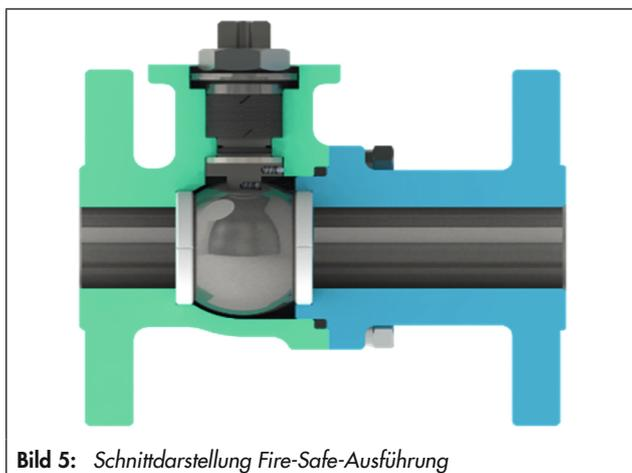
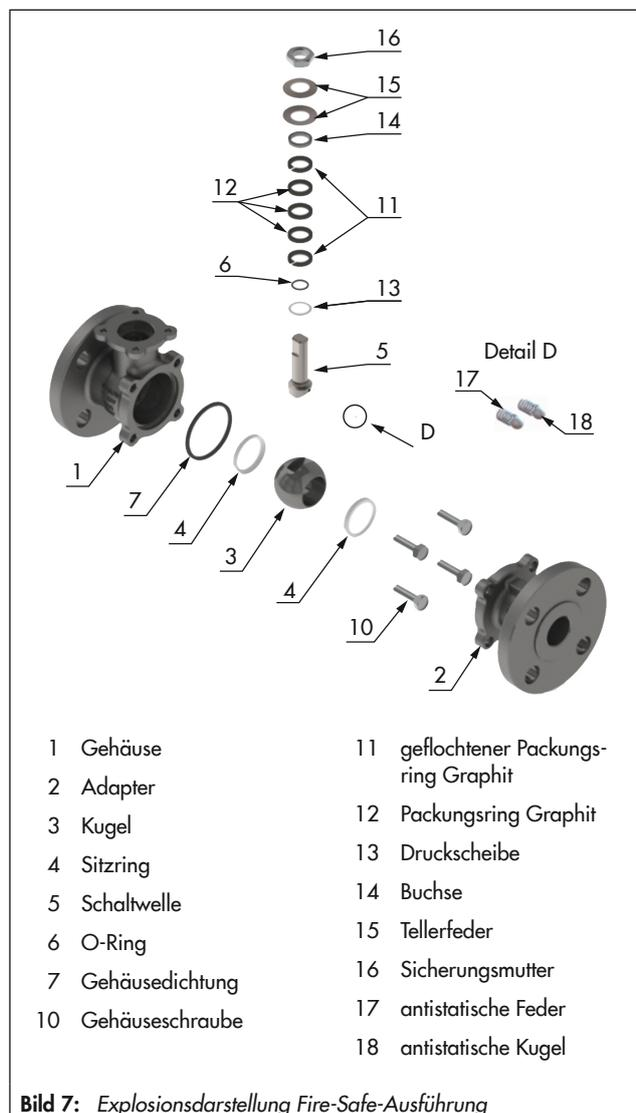

Bild 5: Schnittdarstellung Fire-Safe-Ausführung
Bild 7: Explosionsdarstellung Fire-Safe-Ausführung
In der **Fire-Safe-Ausführung** wird die Schaltwelle (5) mit einer Graphitpackung (11 bis 16) abgedichtet, vgl. Bild 5 und Bild 7.